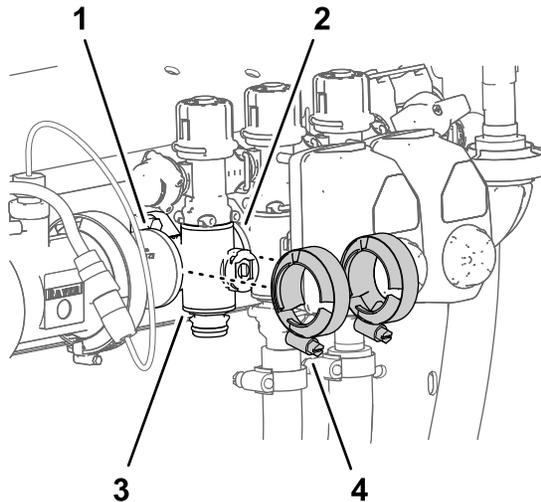

Figura 107
3. Retire las 2 bridas de fijación que sujetan el distribuidor de sección a la bridas de los componentes adyacentes (Figura 107).